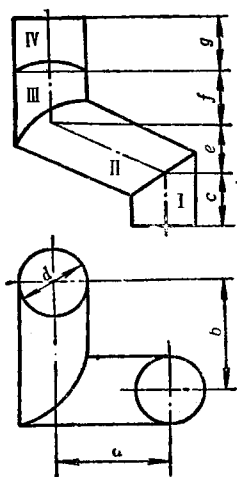

图 3
3. 等径圆管四节蛇形弯构件, 如图 3 所示。已知板厚处理后尺寸 $a = 44\text{mm}$, $b = 44\text{mm}$, $c = 22\text{mm}$, $d = 24\text{mm}$, $e = 20\text{mm}$, $f = 20\text{mm}$, $g = 22\text{mm}$, 求构件各节展开图。